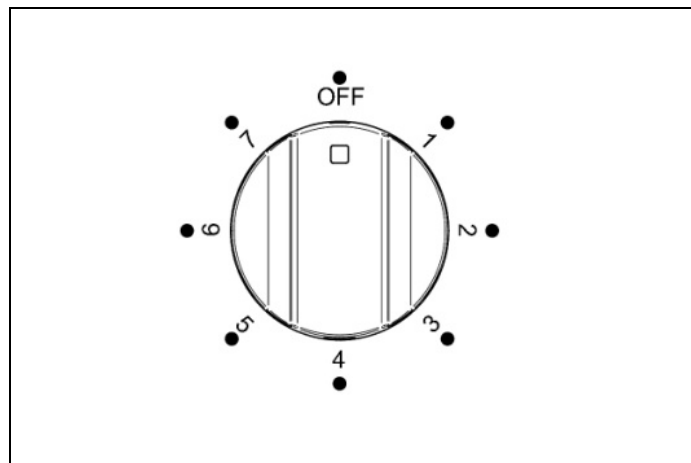
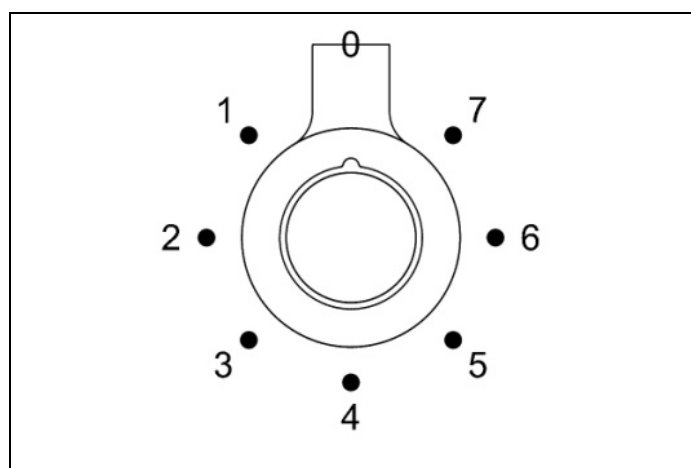

Fig. 20
Fig. 21
- 2) Vrid grillvredet (Fig. 20 och Fig. 21) medurs till läge 7 för maximal effekt. Den röda termostatlampen tänds. För bästa resultat måste grillen förvärmas i 3–5 minuter.